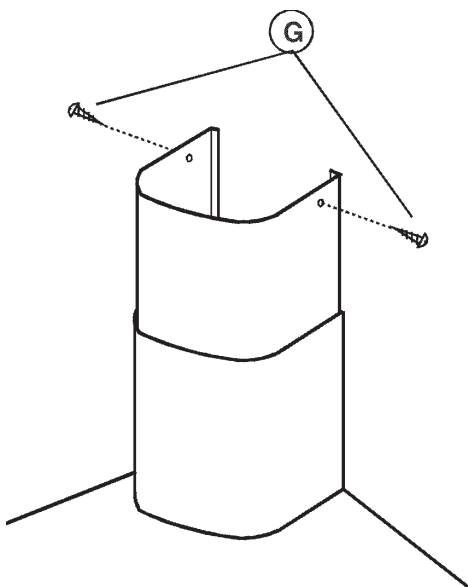

fig.15
7. Positionnez les cheminées assemblées sur la hotte. Faites particulièrement attention lors de la manipulation des cheminées télescopiques (surtout au moment de les appuyer sur le corps de la hotte) de ne pas les rayer. La cheminée supérieure doit être positionnée face au déflecteur et fixez-la à l'aide des 2 vis (G) (fig. 15).
6. Fixez la cheminée à l'aide des 2 vis (G) (fig.15).